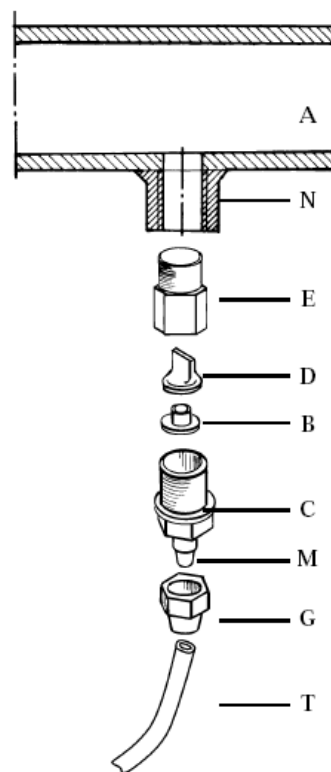

Рис. 8
**g.** – Выберите наиболее подходящее место для врезки в систему и установите в нем стальной коннектор с наружной резьбой 3/8". Данный коннектор не входит в комплект поставки насоса. Вкрутите в этот коннектор клапан впрыска, как показано на рис. 8. Затем подсоедините шланг сброса к клапану впрыска и закрутите гайку **Г**. В данной ситуации клапан впрыска также выполняет функцию невозвратного клапана (обычно выполняется из Витона).
### 3.1. СХЕМА УСТАНОВКИ КЛАПАНА ВПРЫСКА (Рис. 8)